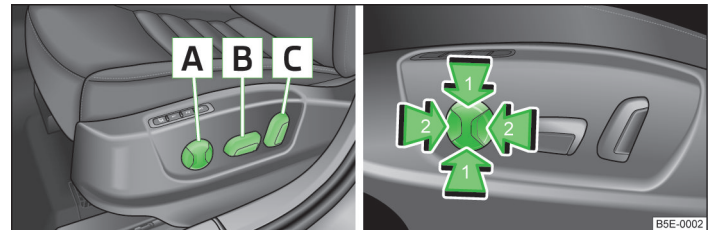
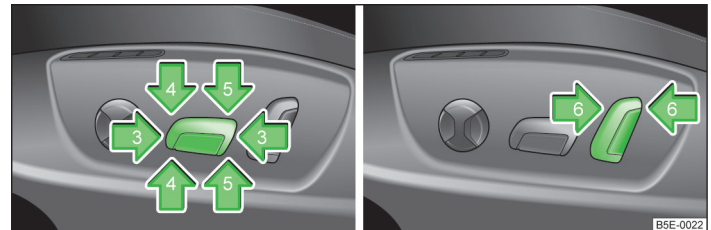

Abb. 47 Bedienelemente für elektrische Sitzeinstellung I
Abb. 48 Bedienelemente für elektrische Sitzeinstellung II
- Den Schalter **B** » Abb. 47 in Richtung eines der Pfeile 3 » Abb. 48 drücken.
- Den Schalter **B** » Abb. 47 in Richtung eines der Pfeile 5 » Abb. 48 drücken.
- Den Schalter **B** » Abb. 47 in Richtung eines der Pfeile 4 » Abb. 48 drücken.
- Den Schalter **C** » Abb. 47 in Richtung eines der Pfeile 6 » Abb. 48 drücken.
› Den Schalter **A** » Abb. 47 im Bereich eines der Pfeile **2** drücken.
› Den Schalter **A** » Abb. 47 im Bereich eines der Pfeile **1** drücken.